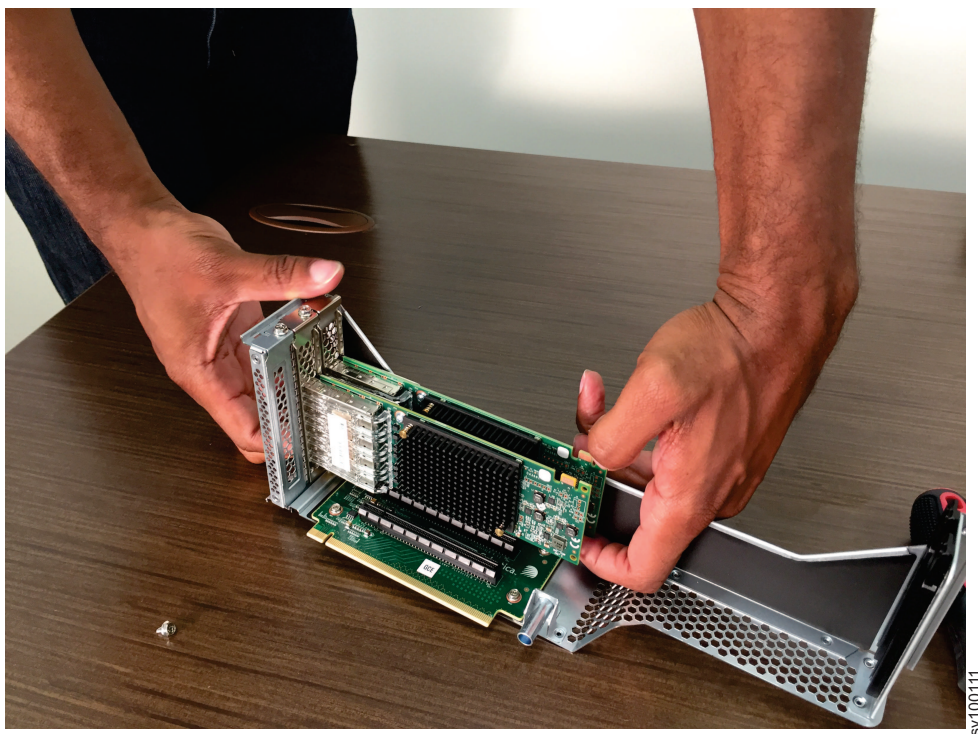

图 154. 卸下适配器
3. 从插槽中卸下适配器，如第 186 页的图 154 中所示。